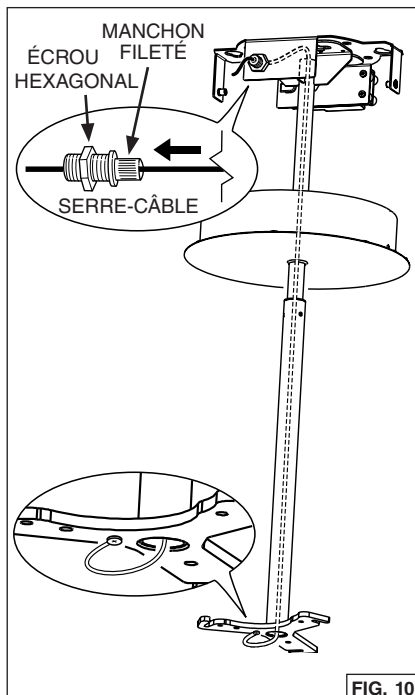

FIG. 10
5. Fixez le câble de sécurité tel qu'illustré. Fig. 10.